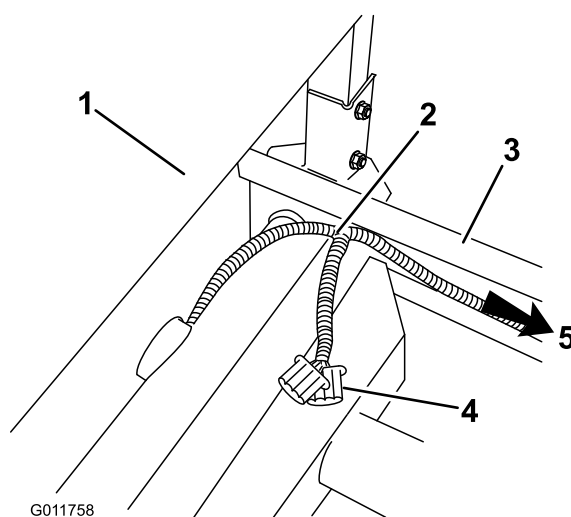

Figura 13
14. En la cubierta ROPS, detrás del conjunto del asiento, pase el mazo de cables desde debajo del asiento y por encima del bastidor. Asegúrese de que el conector eléctrico del sistema de pulverización no se queda debajo del vehículo (Figura 13).